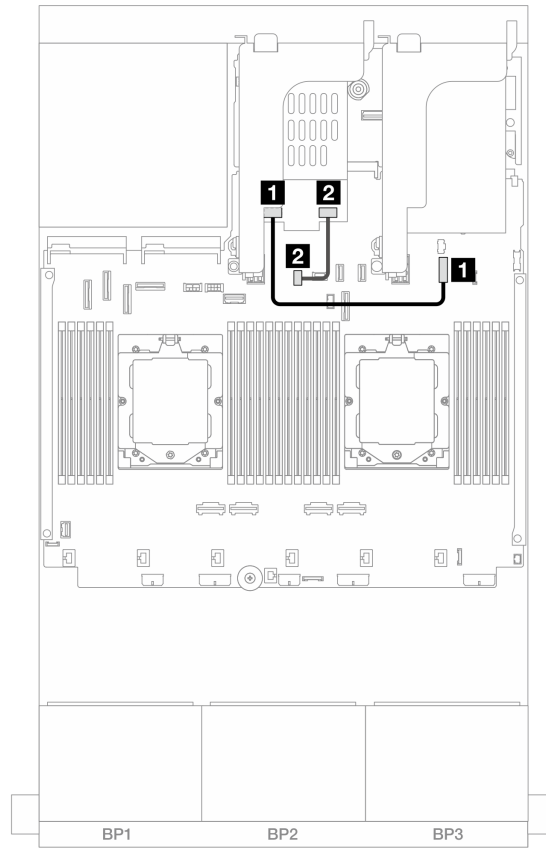

図 307. NVMe ケーブル配線
- 330 ページの 図 307 「NVMe ケーブル配線」